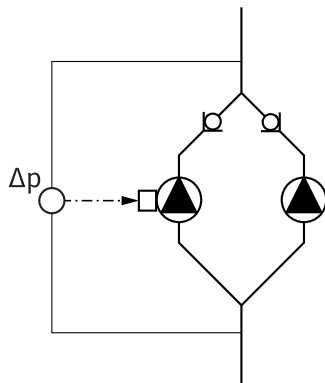

Fig. 13 : Exemple de raccord du capteur de pression différentielle
- Dans l'exemple présenté sur la Fig. 13, la pompe maître est la pompe gauche dans le sens d'écoulement. Raccorder le capteur de pression différentielle sur cette pompe.
Les points de mesure du capteur de pression différentielle de la pompe maître doivent se trouver dans le tuyau du collecteur concerné côté aspiration et refoulement de la station à double pompe (Fig. 13).